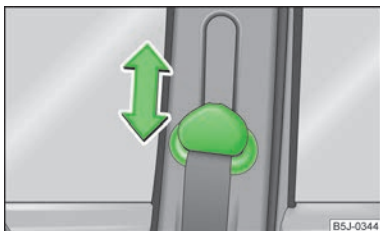

Fig. 101
- Apăsăți armătura de ghidare și împingeți în direcția dorită, înspre în sus, sau înspre în jos » fig. 101.